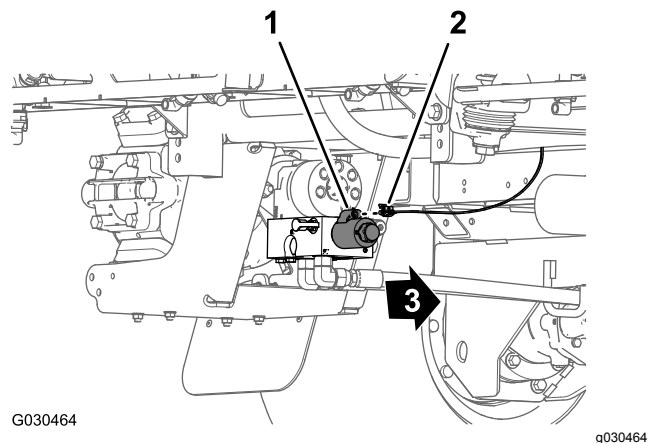

Figure 58
5. À l'arrière de la machine (du côté intérieur de la pompe de pulvérisation), débranchez le connecteur à 2 douilles du faisceau principal arrière du connecteur à 2 broches du relais de la pompe (Figure 58).